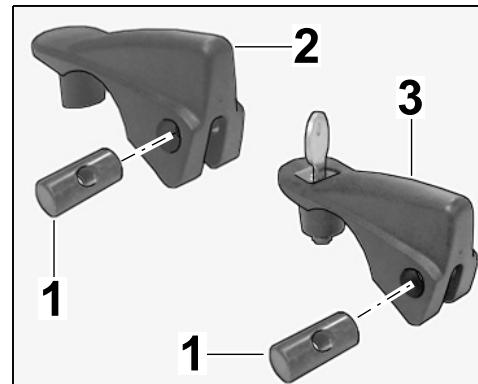

Figura 7
- 1.4.1 Introducir el perno de rosca transversal M6 (2 uds.) en la palanca tensora (2 uds.) ( $\Rightarrow$  Figura 7).